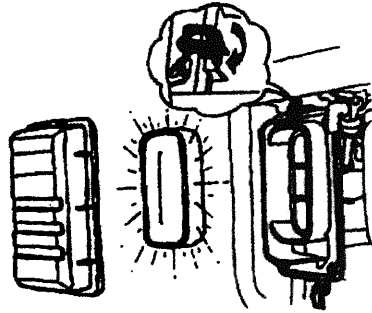

Fig. 19
- Vuelve a montar el filtro en su lugar y asegúralo correctamente. (Figure 19)